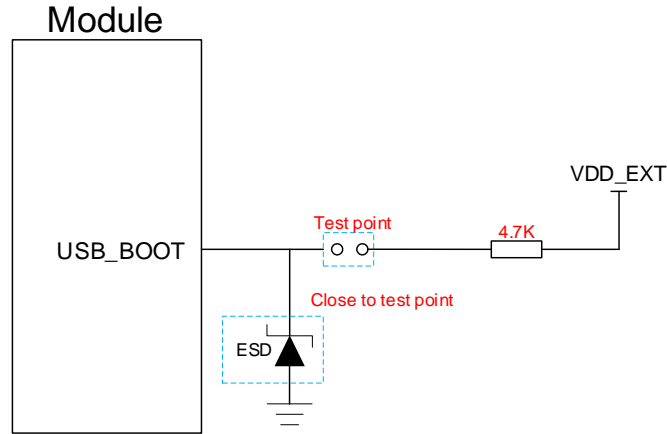

图 18: USB_BOOT 参考设计电路
2. 使用 MCU 控制模块进入紧急下载模式时按照如上时序图进行控制，在给模块 VBAT 上电前不建议上拉 USB_BOOT 到 1.8 V；手动紧急下载方式按照图 18 所示短接测试点即可。
4.3. (U)SIM 接口